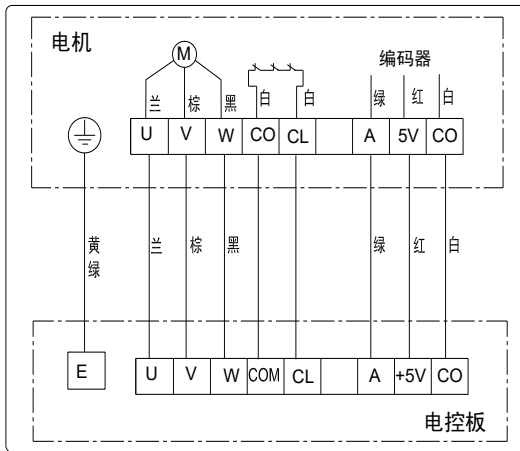

图 14
1、**主机侧接线：**把电缆线分别穿过电机上的防水接头孔接在主机内的接线端子相应位置上；黄绿双色线接在接地标志上；电缆线的另一端穿过控制箱上的防水接头后接在电控板的相应接线端子上（如图14）。